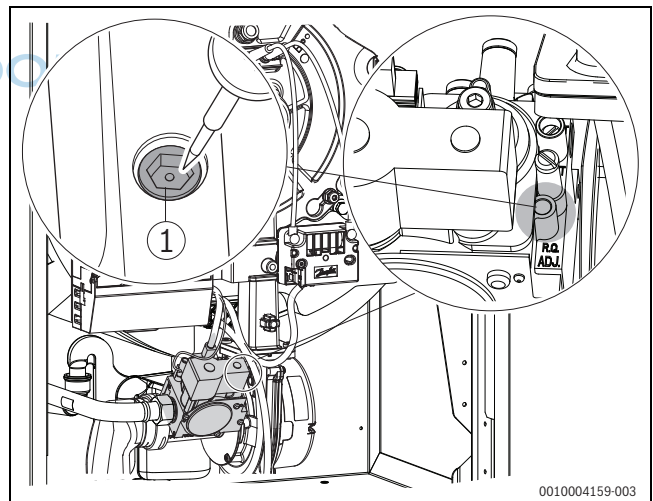

Bild 49 CO2 / O2-Einstellung bei Volllast vornehmen
- Bei CO2-Werten (Werte in Klammern=O2-Werte) unter 8,5 % (O2=5,8 %) oder über 9,6 % (O2=3,8 %) die Einstellung an der Volllast-Einstellschraube korrigieren (→ Bild 49, Seite 28, und Tabelle 8).
- ▶ Bei CO2-Werten (Werte in Klammern=O2-Werte) unter 9,8 % (O2=6,0 %) oder über 10,8 % (O2=4,5 %) die Einstellung an der Vollast-Einstellschraube korrigieren (→Bild 49, Seite 28 und Tabelle 9).